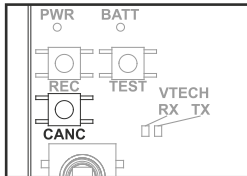

Fig. 5
- Premere sul REP il bottone CANC (Fig 5) e tenerlo premuto finché il corrispondente led giallo diventa lampeggiante;
- Press the CANC button on the REP (Fig. 5) until the corresponding yellow LED start flashing;
- Appuyez sur le bouton CANC du REP (Fig. 5) et maintenez-le enfoncé jusqu'à ce que la LED jaune correspondante clignote;